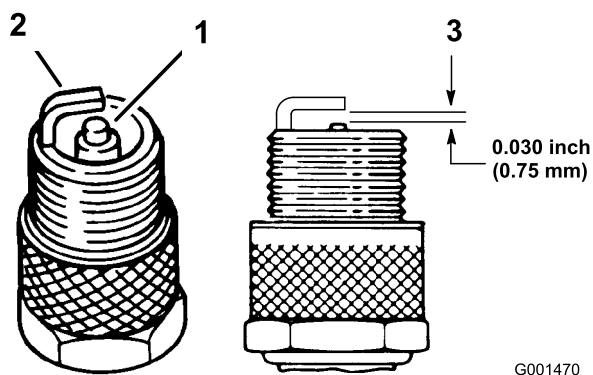

Figura 31
1. Mire la parte central de las bujías (Figura 31). Si se observa un color gris o marrón claro en el aislante, el motor está funcionando correctamente. Si el aislante aparece de color negro, significa que el limpiador de aire está sucio.
3. Compruebe la separación entre los electrodos central y lateral (Figura 31). Si la distancia no es correcta, doble el electrodo lateral (Figura 31).
3. Conecte los cables a las bujías (Figura 31).